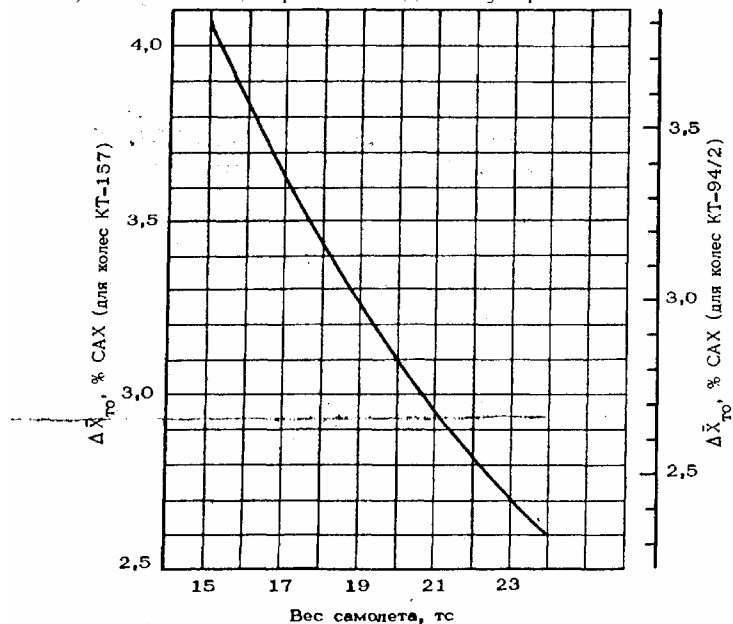

Рис. 2.1. Влияние уборки шасси на центровку в зависимости от веса самолета
- для шасси с колесами КТ-157 от 2,6. до 3,87 % САХ (в зависимости от веса самолета). Изменение центровки вследствие уборки шасси показано на рис. 2.1.